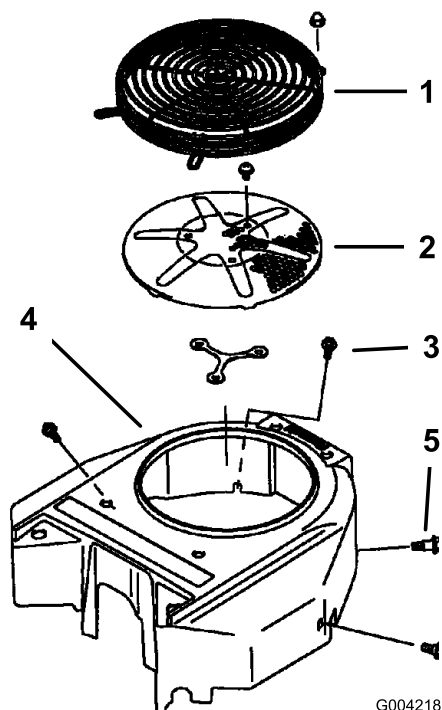

Figure 69
Avant chaque utilisation, enlevez l'herbe, les saletés et autres débris éventuellement accumulés sur la grille du moteur. Cela permet d'assurer un refroidissement et un régime moteur correct, et réduit les risques de surchauffe et de dégâts mécaniques du moteur (Figure 69).
3. Retirez la grille d'entrée d'air, le lanceur et le boîtier du ventilateur (Figure 69).
5. Remettez la grille d'entrée d'air, le lanceur et le boîtier du ventilateur (Figure 69).